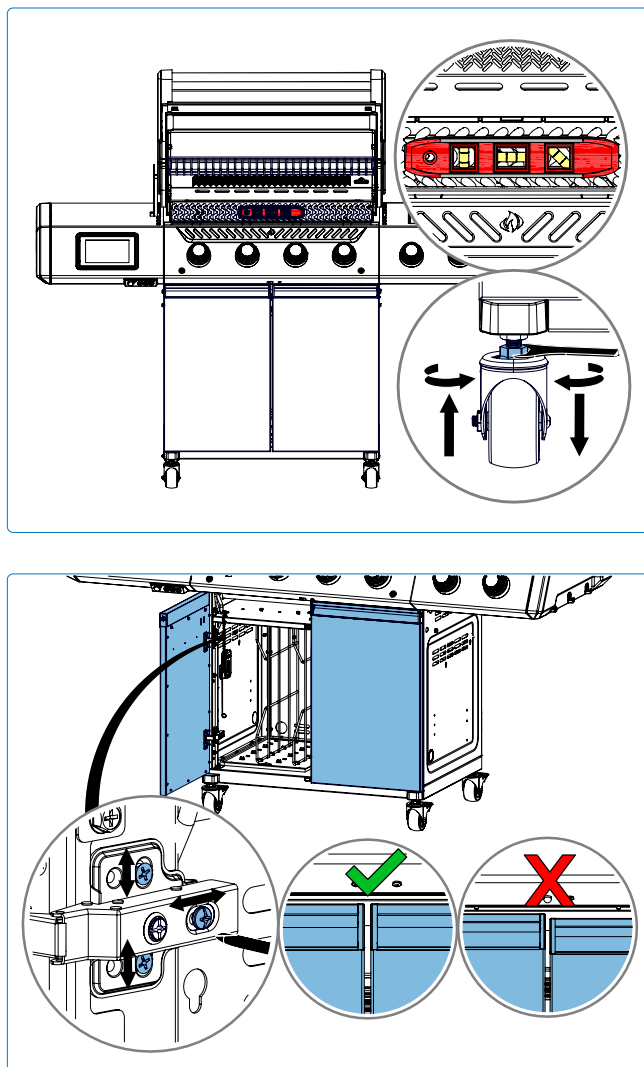

Fig. 17
4. Regolare le viti delle cerniere per allineare le ante dell'armadio in modo che siano allo stesso livello (**Fig.17**).